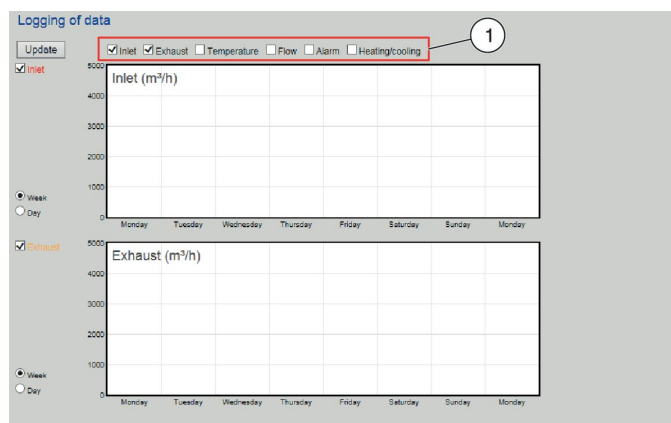

Рис. 40: Обзор измеренных значений
Экран «Журнал данных» (Рис. 40) позволяет просматривать измеренные значения за последние 7 дней или последние 24 часа. Вы можете просматривать следующие измеренные значения:
2. Выберите тот параметр, по которому необходимо просмотреть измеренные значения (Рис. 40/1).